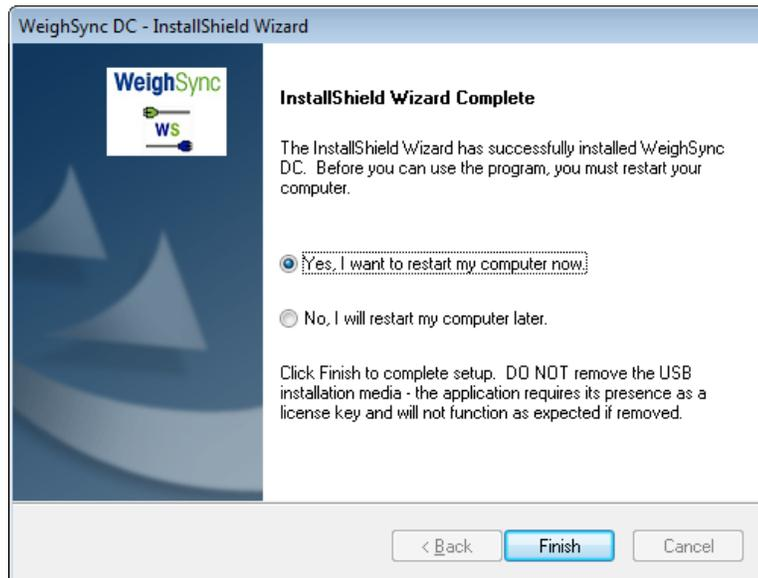

Figura 1-8: Instalación completa
9. Una vez que la instalación esté completa, aparecerá un mensaje final (Figura 1-8).